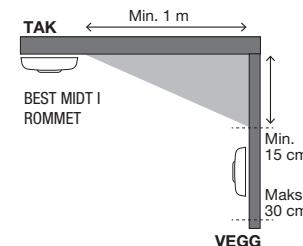

FIGUR 1. Enetasjes bolig
**Enetasjes bolig:** For å få et minimumsnivå av beskyttelse plasseres alarmen i inngangspartiet mellom oppholdsrommene (inkludert kjøkkenet) og soverommene. Plasser den så nært oppholdsrommene som mulig, og sørge for at alarmen kan høres når du oppholder deg i soverommene. Se eksempel i figur 1.